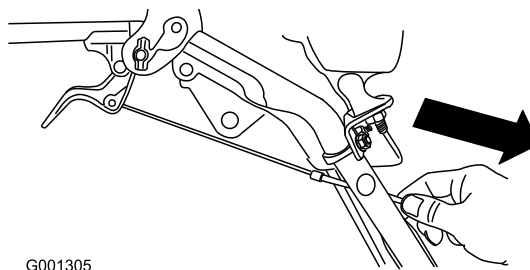

Figura 8
4. Abbassate con catela la guaina del cavo finché la leva della frizione ruota non si abbassa eliminando l'imbandito dal cavo, quindi serrate a fondo il dado del serrafilo del cavo (Figura 8).